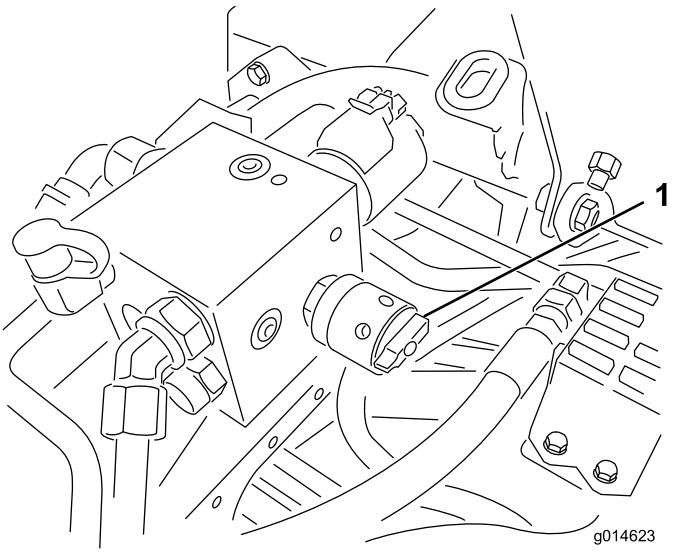

Bild 48
- Drehen Sie zum Einstellen der Spindeldrehzahl das Handrad (Bild 48), bis die Zeiger auf die Nummer zeigen, die der gewünschten Einstellung entspricht.